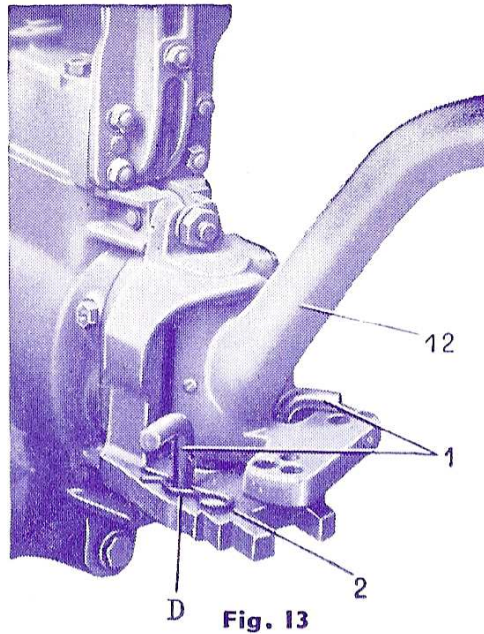

Fig. 13
B) **Articulation libre 25°** : (fig. 13) le débattement ainsi réduit évite le balancement de l'outil lors des manœuvres en marche arrière ; cette position convient à tous les travaux du sol, à l'exception du labour au brabant double. Les broches sont placées dans les trous (D) et maintenues relevées par les épingles (2). Le timon (12) débat de 25° à droite et à gauche de l'axe.